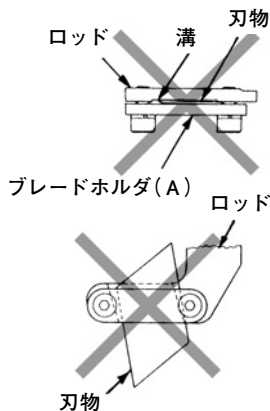

図 22-2
- 刃物が溝に完全に入っていない状態で固定しますと、刃物が折れたり、ロッドの損傷を招く恐れがあります。(図22-2)
(4) 刃物の位置が決まりましたら刃物止めネジ2本を十分に締付けてください。